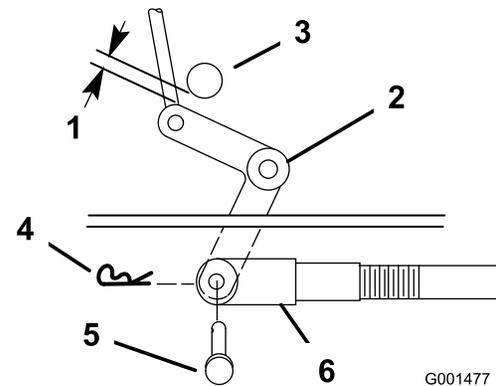

Figure 42
9. Vérifiez l'écartement entre l'axe coudé et l'arbre de sortie de transmission (Figure 42).
11. Tournez la chape dans le sens horaire sur la tige pour accroître l'écartement, et dans le sens antihoraire pour le réduire (Figure 42).
**Remarque:** Si le bras d'assistance ne touche pas la butée avant du tablier de coupe (Figure 43 ou Figure 44), réglez la chape de sorte à rapprocher le levier coudé de l'arbre de sortie de transmission (Figure 42).